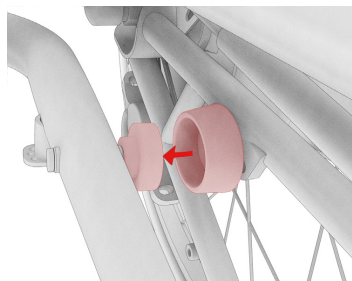

Fig. 1.6
- ⑦ Ouvrez le verrou magnétique en tirant doucement sur l'extrémité du guidon droit et en position horizontale vers le cadre principal (Fig. 1.6). Les deux moitiés du verrou magnétique reposent sur la jambe de fourche droite et la base gauche.